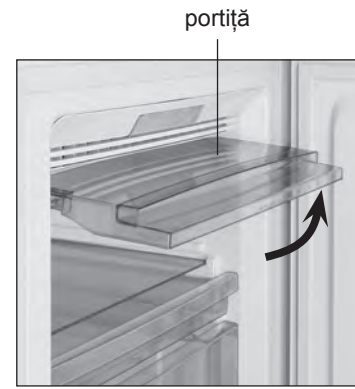

Figura 6
4.2 Pentru a încărca alimente pe raftul superior de sticlă, ridicați panoul până când se blochează în poziție orizontală, în conformitate cu figura 6.